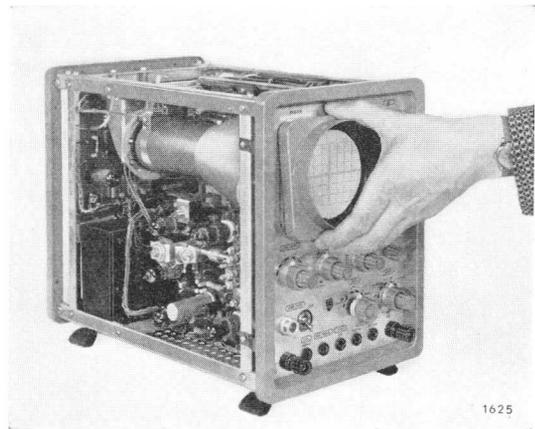

Bild 10
1. Halterahmen festhalten wie Bild 10 zeigt und die Unterseite nach vorn ziehen.